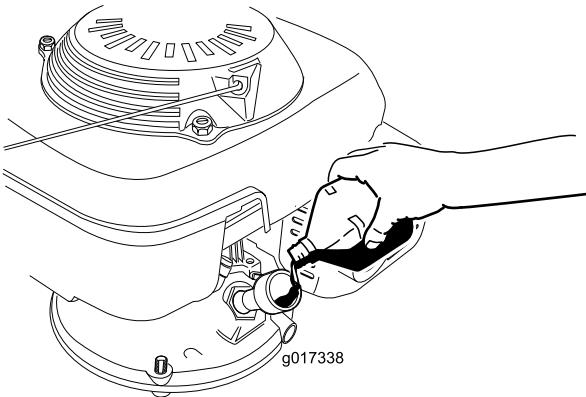

図 8
3. ゆっくりと補給穴からオイルを入れ、3分間待つからきれいに拭いたディップスティックを差し込み、但しねじ込まないようにして穴の奥まで入れる 図8。